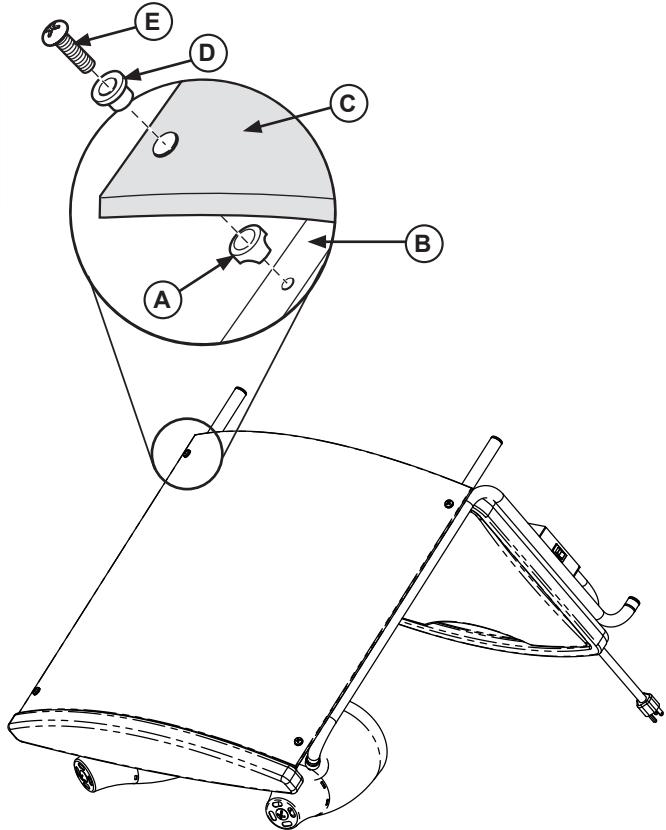

Figura 1. Instale la protección contra aliento.
1. Ubique el marco de la estación contorneada para carnes en la superficie de montaje plana en la orientación mostrada en la Figura 1.
2. Introduzca la arandela especial (D) en los orificios del vidrio de la protección contra aliento (C).
3. Coloque el espaciador (A) en el tubo del marco (B) delante del orificio. Deslice el tornillo (E) por la arandela especial (D), el espaciador (A) del vidrio de la protección contra aliento (C) y el orificio del tubo del marco (B). Gire el tornillo (E) varias veces. No lo apriete en este instante.
4. Repita el paso 3 para las cuatro ubicaciones. Una vez que la protección contra aliento y los herrajes estén en su lugar apriete firmemente todos los tornillos (E).
1. Limpie e higienice la tabla para cortar (B), su base (C) y la fuente para goteo (D) siguiendo la sección *Limpieza* de este manual. Consulte la Figura 1.
2. Verifique que la tabla para cortar (B), su base (C) y la fuente para goteo (D) estén limpias y correctamente instaladas.
3. Enchufe el cable eléctrico en un tomacorriente con puesta a tierra cuyo voltaje nominal corresponda al indicado en la placa identificatoria. Coloque el interruptor de encendido/apagado (A) en la posición de encendido "ON".
4. Coloque en la tabla para cortar (B) el producto preparado y precocido. Procése el producto siguiendo las pautas de manipulación segura de alimentos.
1. Coloque el interruptor de encendido/apagado (A) en la posición de apagado "OFF". Consulte la Figura 1.